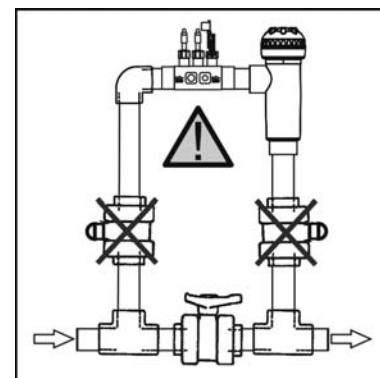

Abb. 4
1. Sensorhalter aus dem Lieferumfang auf ein Rohrstück am Eingang der Elektolysezelle kleben. Der Sensorhalter muss immer waagerecht zum Boden eingebaut werden (siehe Abb. 4), so dass die Gewindegänge (1/2" - 3/8") für eine spätere Installation der Dosierpumpendüse und der Erdung (optional) zur Verfügung stehen.